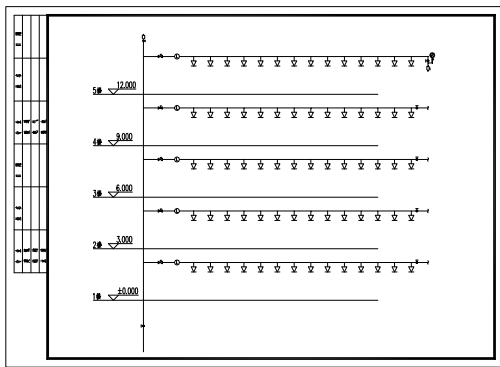

图 12-24 插入图框
调用插入图框命令, 可以在模型空间或图纸空间插入图框, 并可预览选取图框。如图 12-24 所示为插入图框命令的操作结果。插入图框命令的执行方式有:
③ 单击“插入”按钮, 在绘图区中点取图框的插入点, 完成图框的插入结果如图 12-24 所示。